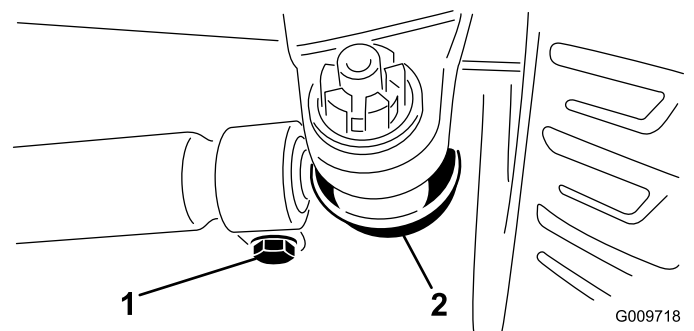

図 75
- 調整が必要な場合は、タイロッドのボールジョイントのコッターピンとナットを外す（図 75）。次に、タイロッドのボールジョイントをアクスルケースのサポートから外す。
- タイロッド両側のクランプをゆるめる（図 75）。